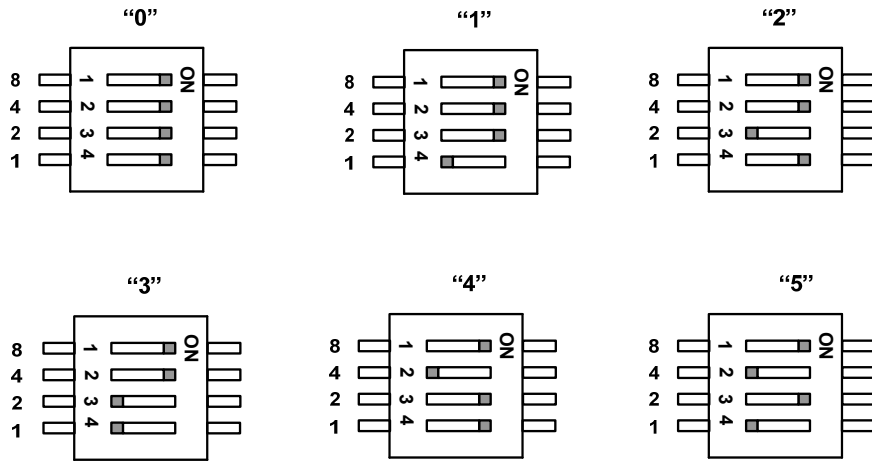
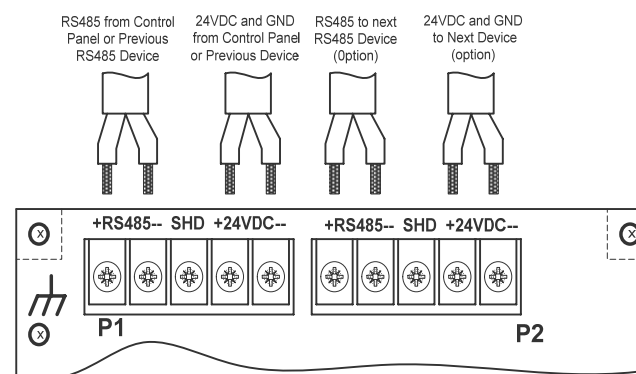
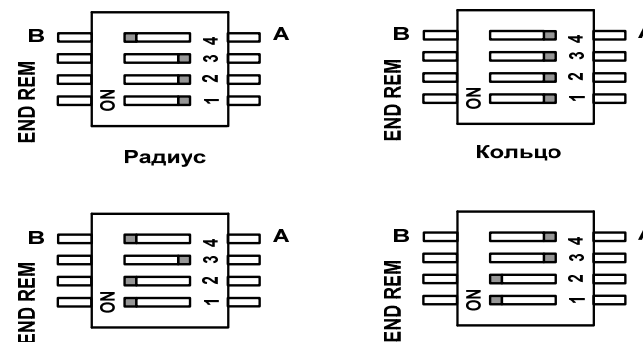

Рис.6 Установка адреса модуля.
Рис.4. Подключение питания и RS485 сети
Рис.5 Подключение терминального резистора в линии RS485 и установка режима шлейфов "радиус" или "кольцо"
- Подключить питание и RS485 сеть монтируемого модуля к установленному ранее согласно Рис.4.
Подключить питание и RS485 сеть к терминал блокам P1 или P2 согласно Рис.4. Одноименные контакты блоков P1 и P2 закорочены, поэтому предварительное удаленное устройство и последующее может быть подключены к разным терминальным блокам. С помощью переключателя SW2 установить адрес модуля согласно Рис.6. Если данный модуль подключен последним на линии RS485 необходимо переключатель SW1 (№ 1 и 2) установить в положение ON согласно Рис. 5. С помощью этого же переключателя (№ 4) установить режим работы шлейфов А ("кольцо") или В ("радиус").